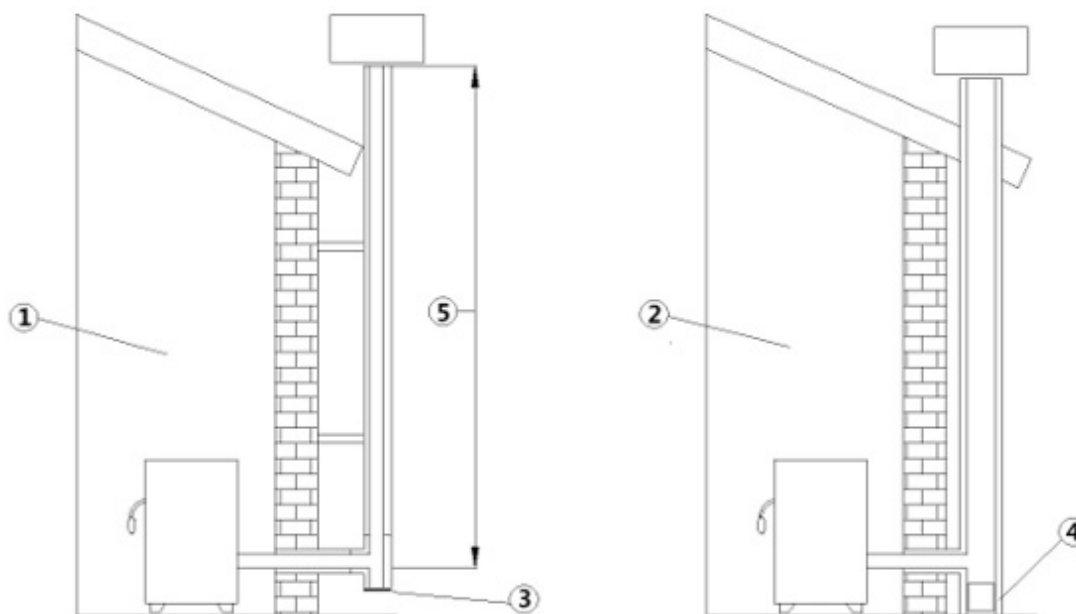

Fig. 2 - Rookkanalen
LEGENDA	Fig. 2
- Het rookkanaal moet enkelvoudig zijn (zie **Fig. 2** met geïsoleerde inox-buizen (1) of op een bestaand rookkanaal (2).
- Beide oplossingen moeten een inspectiedop (3) en/of een inspectieluikje (4) bezitten.